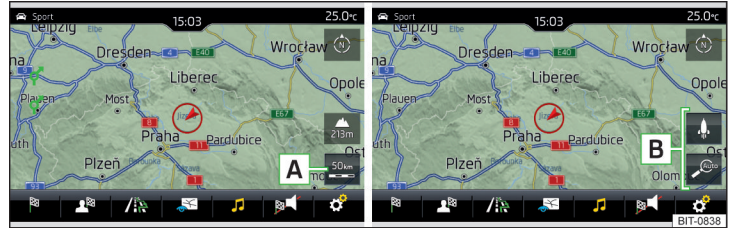

Abb. 196 Funktionsflächen für die Kartenmaßstabsänderung
► Die Funktionsfläche **A** » Abb. 196 antippen.
Im Bereich **B** » Abb. 196 werden Funktionsflächen für die Kartenmaßstabsänderung eingublendet.